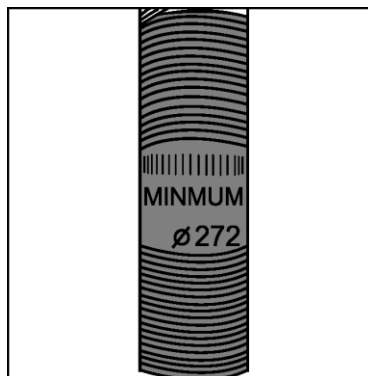

Figura 1: Manillar o tija del sillín
- **Manillar y tija del sillín:** ver figura 1. Una línea ondulada está grabada en la tija del sillín y en la tija del manillar. Esta es la longitud mínima que la tija del sillín debe permanecer en el cuadro o la tija del manillar en la columna de dirección.